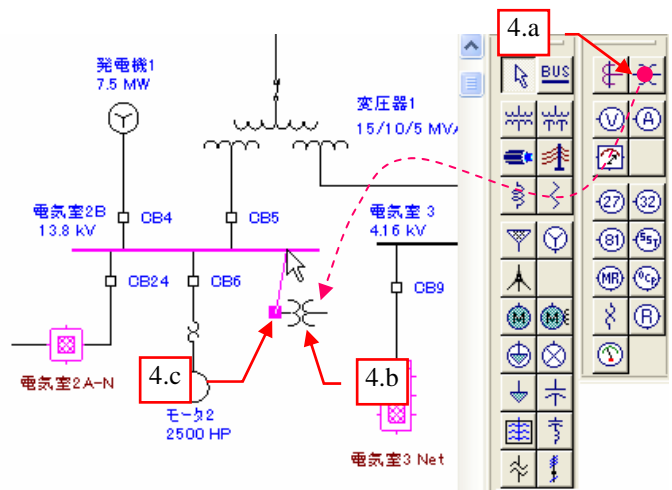

図. 1
4. 変圧器 (PT) をモデリングします。図 1 参照
- a. “交流エディター” ツールバーの “変圧器 (PT)” アイコンをクリックします。
- c. “変圧器 (PT)” の左側が四角いハンドルに変わったらドラッグして、“電気室 2B” 母線に接続します。